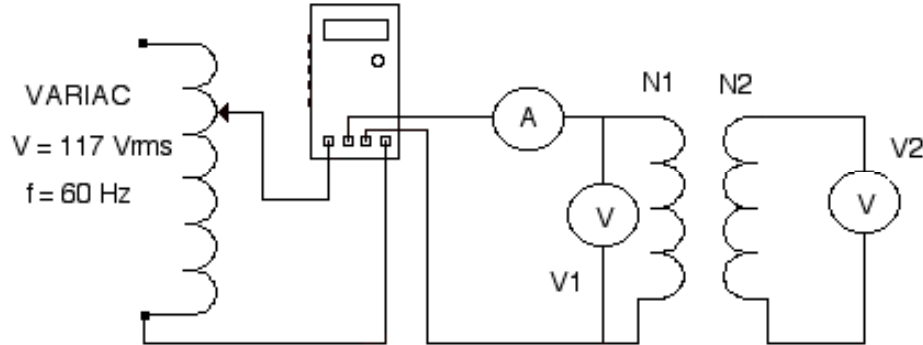

Figura 8.5.- Circuito para realizar las pruebas en vacío del transformador
28.- Para realizar las pruebas en vacío del transformador, monte el circuito de la figura 8.5.